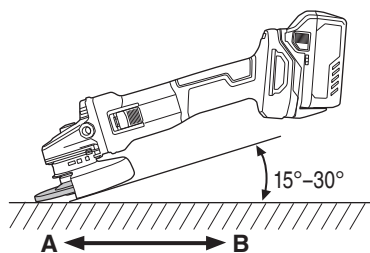

Fig. 17
- Utiliser un angle de meulage correct. Meuler seulement avec le rebord de la meule en soulevant la meuleuse de 15° à 30°, comme montré sur la Fig. 17.
- Déplacer la meuleuse dans la direction correcte. Lors de l'utilisation d'une nouvelle meule à dépression centrale dans la direction A (Fig. 17), le rebord de la meule risque de couper la pièce à usiner. Dans ce cas meuler dans la direction B (Fig. 17). Une fois que la meule est usée, la pièce à usiner peut être meulée dans les deux directions.